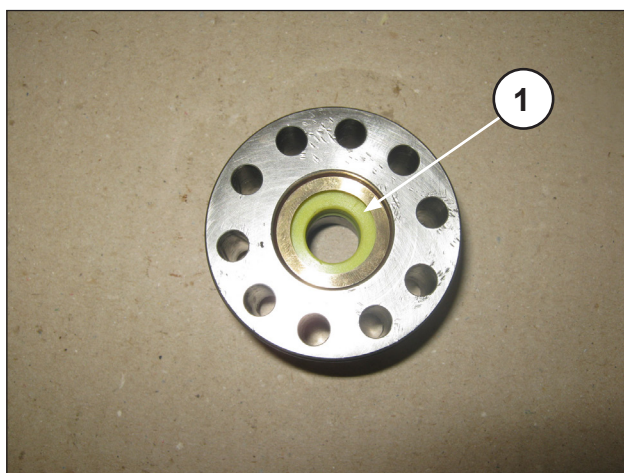
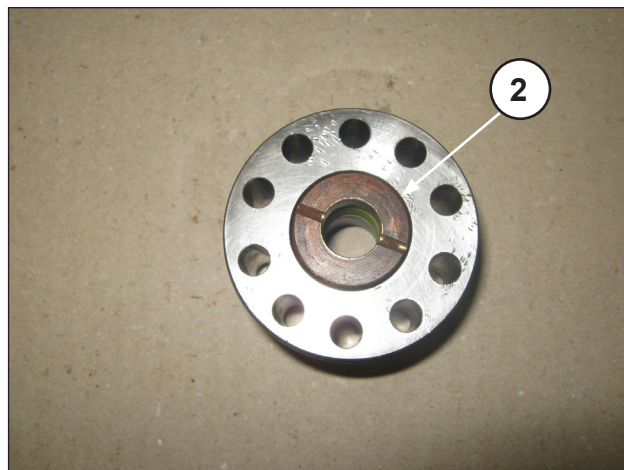
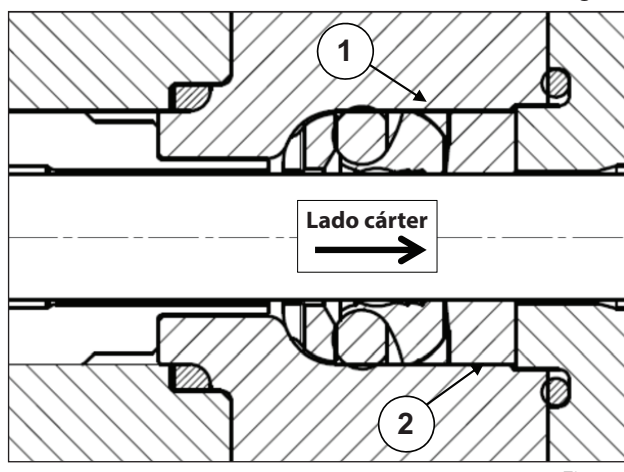

Fig. 45
Fig. 46
Fig. 47
- B) Aplicar la grasa en el diámetro interno rellenando con cuidado todos los intersticios comprendidos entre los labios de retención, como se indica en la Fig. 45.
- Introducir la anilla anti-extrusora ① y el casquillo de las juntas ② como se indica en la Fig. 45, la Fig. 46 y la Fig. 47.
El casquillo de las juntas ③ se ha de introducir en el soporte con las descargas orientadas hacia el exterior (lado cárter) como se indica en la Fig. 46 y la Fig. 47.